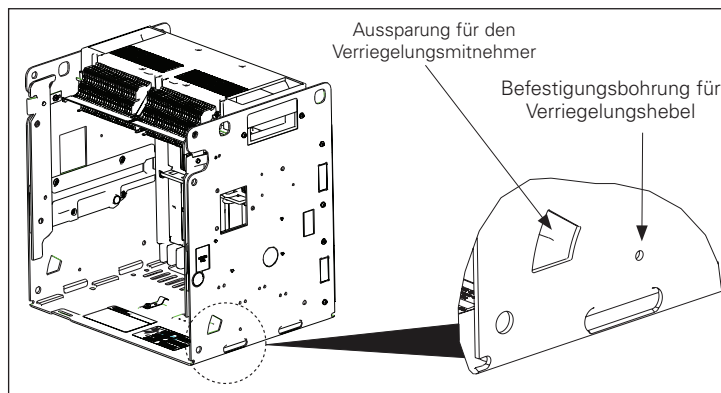

Abbildung 4. Position Montage Verriegelungshebel
Schritt 3: Nehmen Sie den Schalter aus der Kassette. Die Befestigungsbohrung für den Verriegelungshebel und die Aussparung für den Verriegelungsmittnehmer finden Sie an der Außenseite der Kassette (Abb.4).